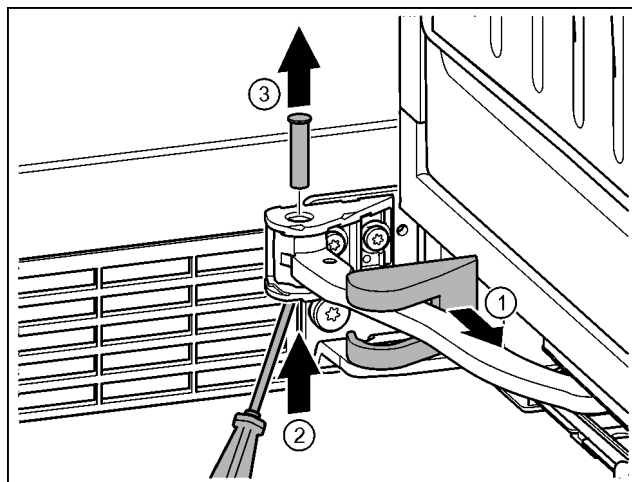

Fig. 15
- ▶ Húzza le a csapágybak fedelét, és a csukló mentén tolja el. Fig. 15 (1)
- ▶ Ujjjaival vagy egy csavarhúzóval emelje fel lentről a csapszeget. Fig. 15 (2)
- ▶ Vigye a csavarhúzót a csapszeg feje alá, és húzza ki azt. Fig. 15 (3)